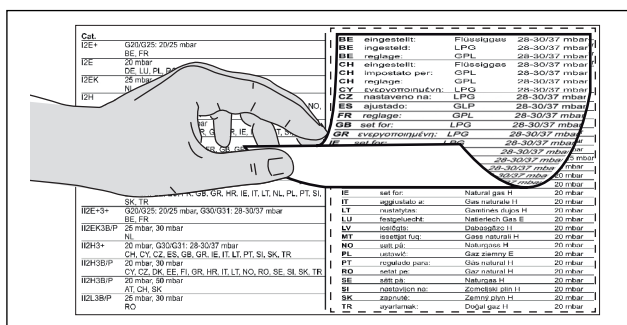

Fig. 5.28 Påsætning af dysesættets typeskilt
- ▶ Dysesættets selvklæbende typeskilte, som er vedlagt leveringsomfanget, klistres oven på dysesættets typeskilt på undersiden af kogepladen (se fig. 5.28) og på bagsiden af denne brugs- og monteringsanvisning.